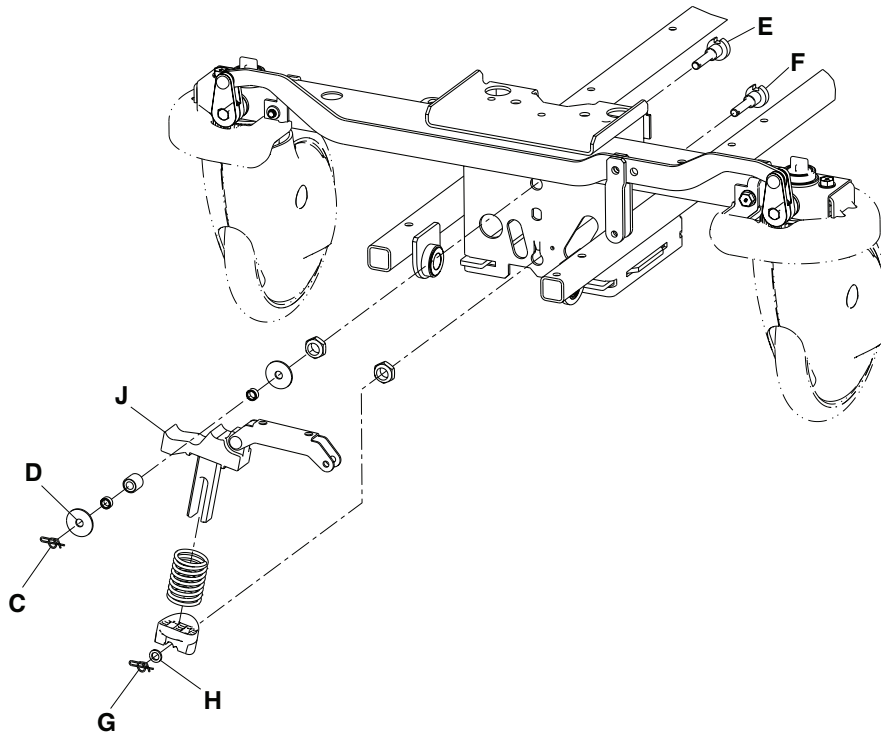

Figure 4 – Jeter la came de frein et l'ensemble de maillon
4. Mettre la pédale de frein/guidage (A) en position neutre.
5. À l'aide d'une pince à becs fins, retirer la goupille bêta (A) et l'axe à épaulement (B) qui fixent la came de frein et l'ensemble de liaison à la tige de frein (Figure 4).